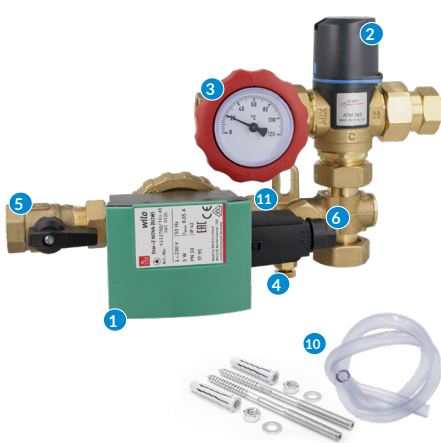
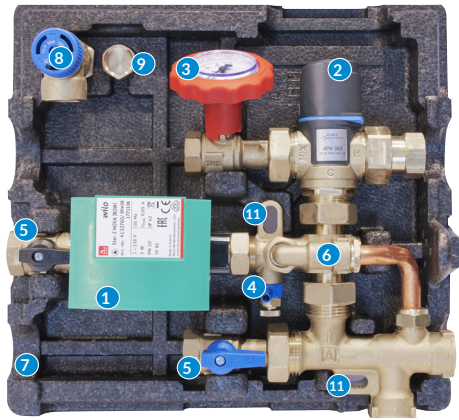

Рис. 1. WZS 75
Рис. 2. WZS 100
Насосні групи WZS можуть бути встановлені в будь-якому положенні за допомогою дюбелів, що входять до комплекту постачання, з використанням спеціальних отворів (11, Рис. 1, Рис. 2). Для версії WZS 100 необхідно стежити за тим, щоб відведення із запобіжного клапана було спрямоване в бік або вниз.
- Використовуючи силіконову трубку з комплекту WZS, під'єднайте його до перепускного клапана з функцією виведення повітря (див. Рис. 1).